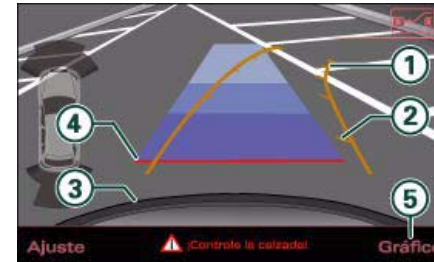

Fig. 158 Pantalla del MMI: Localizar el hueco para aparcarse
- Para visualizar la indicación óptica, pulse la tecla de menú **Gráfica** ⇒ *página 149*, fig. 158 (5). ▶
- Gire el volante hasta que las líneas de orientación de color naranja ① indiquen hacia el hueco para aparcar ⇒ *página 149*, fig. 158. Con ayuda de las marcas ② puede estimar la distancia con respecto a un obstáculo. Cada marca corresponde a 1 m. La superficie azul representa una prolongación del contorno del vehículo de unos 5 m hacia atrás.
- Conduzca hacia atrás y - durante la marcha - ajuste el giro del volante al hueco para aparcar con ayuda de las líneas de orientación de color naranja ⇒ ③. ③ marca el parachoques trasero. ¡Debería dejar de hacer marcha atrás, a más tardar, en el momento en que la línea de orientación roja ④ limite con un objeto ⇒ ⚠!